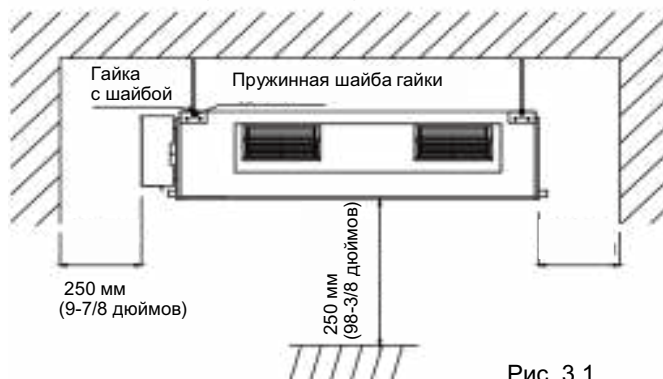

Рис. 3.1
- (1). Устанавливайте блок на надежной опоре, способной выдержать вес блока.
- (2). Входы/выходы внутреннего блока не должны загромождаться посторонними предметами либо подвергаться воздействию наружного воздуха .
- (3). Убедитесь, что монтаж внутреннего блока осуществляется в полном соответствии с монтажными схемами с учетом всех рекомендованных монтажных расстояний (См. Рис. 3.1.)